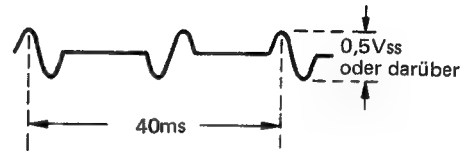

Abb. 8-7
2. Mit einem Oszilloskop (Selbsttriggerung) Aj, Stift 3 beobachten, sicherstellen, daß die in Abb. 8-7 gegebenen Anforderungen erfüllt werden.